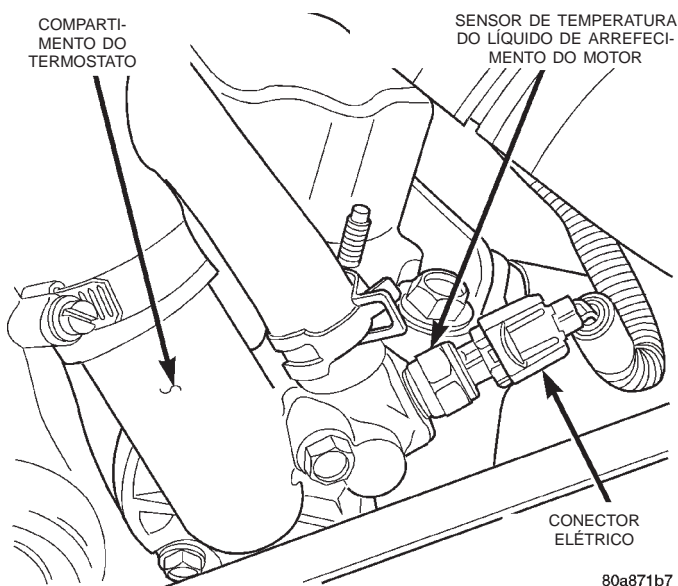

Fig. 24 Sensor de Temperatura do Líquido de Arrefecimento do Motor—Típico
(19) Verifique se o conector do chicote de fiação está firmemente conectado ao sensor de temperatura do líquido de arrefecimento do motor (Fig. 24).